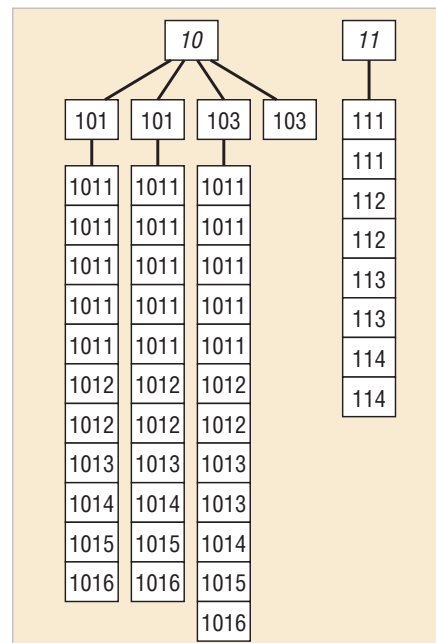

Рис. 2. Состав стойки управления и стойки питания
Стойка управления 10 является функционально сложной многоблочной системой, имеющей около 400 входных и выходных сигналов. Она состоит из четырёх функциональных блоков (рис. 2), два из которых, в свою очередь, состоят из 11 комбинированных блоков каждый, а один — из 12 комбинированных блоков.
Стойка питания 11 тоже представляет собой функционально сложную многоблочную систему. Количество её входных и выходных сигналов — около 250. Стойка питания состоит из восьми функциональных блоков (рис. 2).
ности (блоки 1011, 1012, 1013, 1014, 1015, 1016 – рис. 2);
- второй уровень – проведение испытаний функциональных блоков 101, 102, 103 стойки управления 10, в состав которых будут входить уже проверенные комбинированные блоки, и функциональных блоков 111, 112, 113, 114 стойки питания 11 (рис. 2);